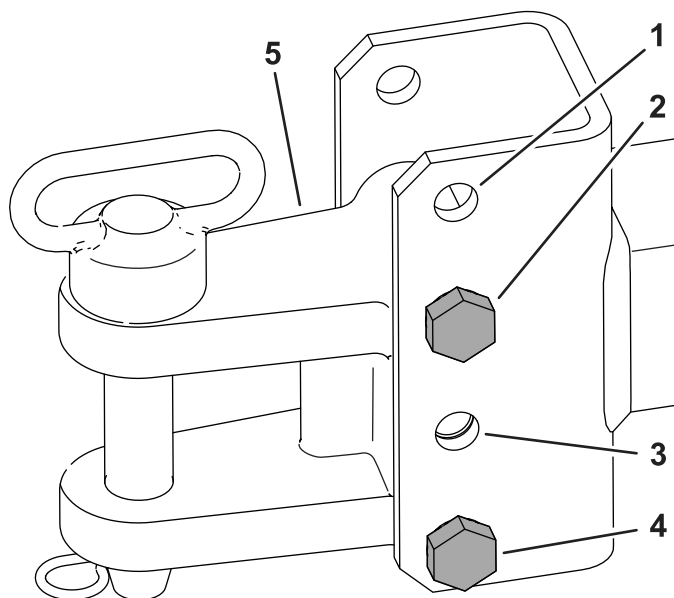

図 7
2. 測定値を見てトランスポートフレームのヒッチの高さ上下させて合わせる。以下の表を見て 図 7にあるように適切な取り付け穴を選択する。